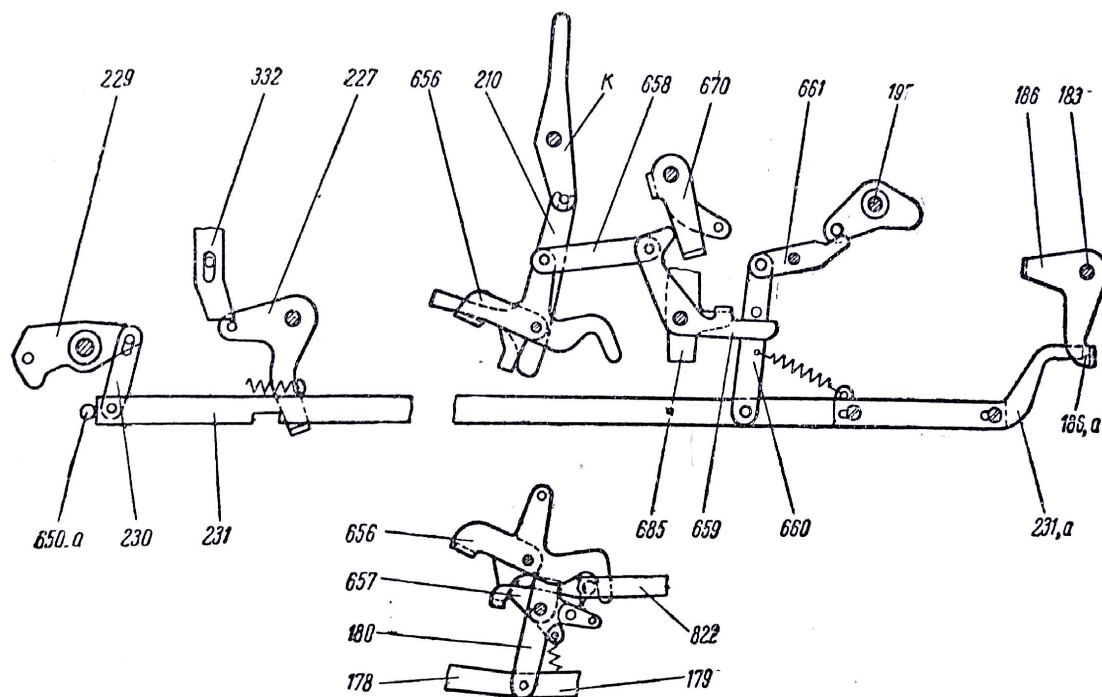

Рис. 15. Включение рабочего хода от настройки.
вторым кронштейном 199 поворачивает правую запорную скобу 337, освобождая тем самым нажатые итоговые клавиши счетчиков I и II, среднюю запорную скобу 201, освобождая нажатые плюсовые и минусовые клавиши счетчиков I и II, задним штифтом (рис. 15) через двухплечий рычаг 661 и поводок 660 поднимает штангу автоматического включения рабочего хода 231, обеспечивая этим четкость работы машины при автоматических рабочих ходах;
3) левым плечом поднимает толкатель 332 (рис. 15), освобождая угловой рычаг 227, который под действием пружины поворачивается и своим отгибом становится под вырез штанги автовключения 231. После этого кулачок 225 поворачивается в исходное положение и подставляет свой выступ на пути колонного стопса.